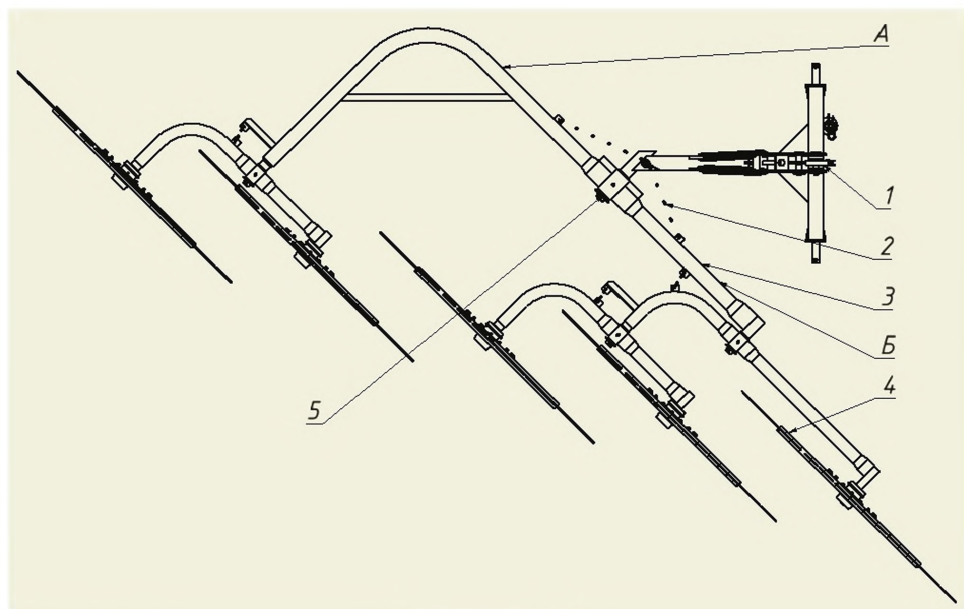

Рисунок 2.
*Не брать за плечо рабочих колес 3 на расстоянии менее 0,3 м от шарнира 5 (см. рис. 2).*
Подготовка граблей-ворошилки к транспортировке (установка для сребания) заключается в следующем (рисунок 2):